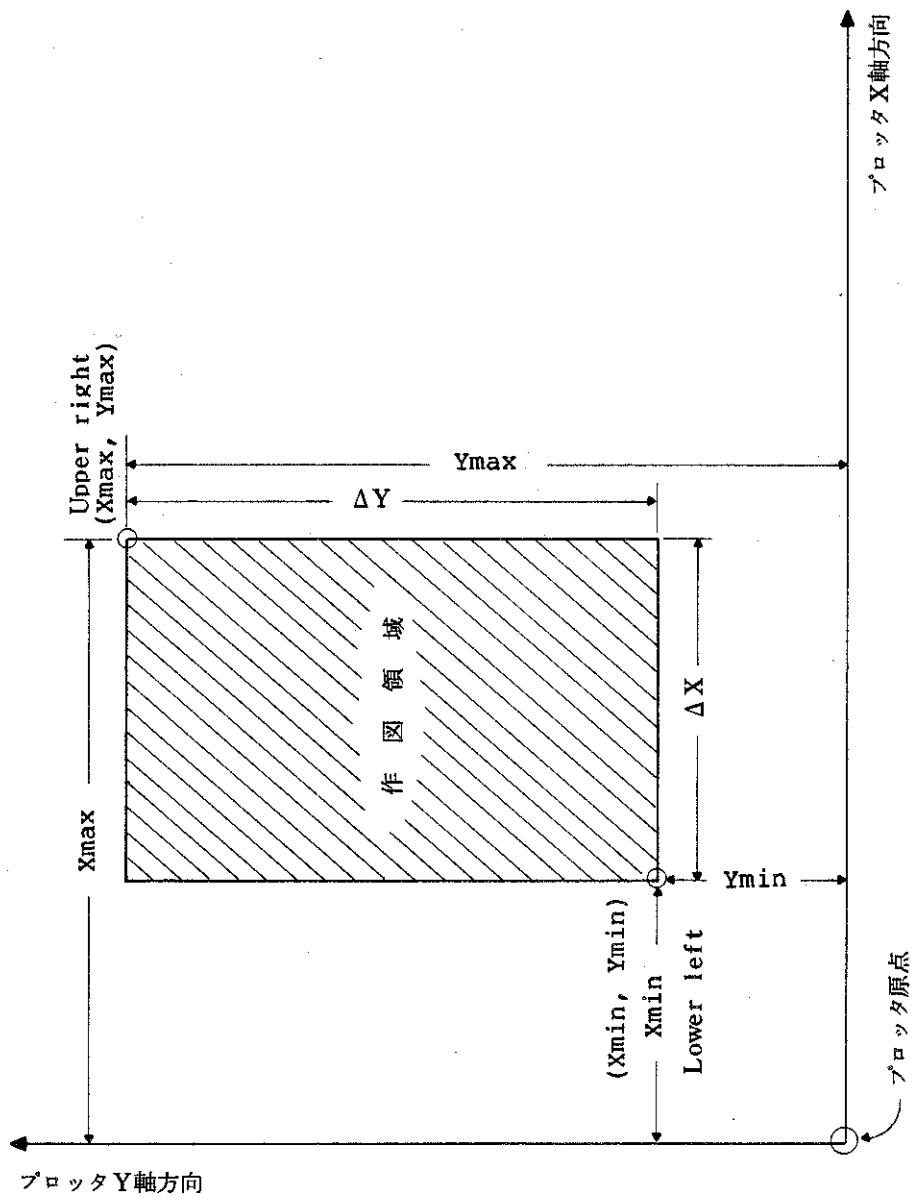

図 6-12 “PLOT SIZE” 設定による作図領域
電源投入時, 各値は **TR9834R/9831** A4 サイズに設定されています。Lower Left および Upper Right を設定しますと作図領域は [図 6-12] のようになります。
[図 6-12]に示しますように、(Xmin, Ymin), (Xmin, Ymax),
- (2) HP-GL プロッタで作図中、**EXECUTE** スイッチを押して作図を中止したときにプロッタ側でエラー・ランプが点灯することがありますが、次回からの作図には影響ありません。
- (3) “**PLOT ANGLE**”が“**NORMAL**”に設定されているとき,[図6-12]における $\Delta Y/\Delta X$ の値がA4サイズの比と等しいとき、すなわち